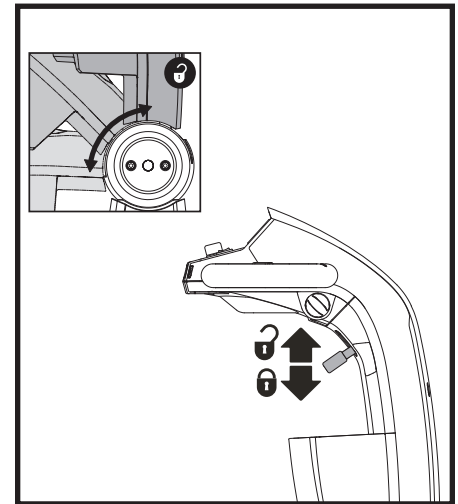

Abb. 13. Lenkersicherungshebel
## EINSTELLUNG DES LENKERWINKELS (Siehe Abb. 13)
1. Heben Sie den Einstellhebel der Pinne an. **Siehe Abb. 13.**